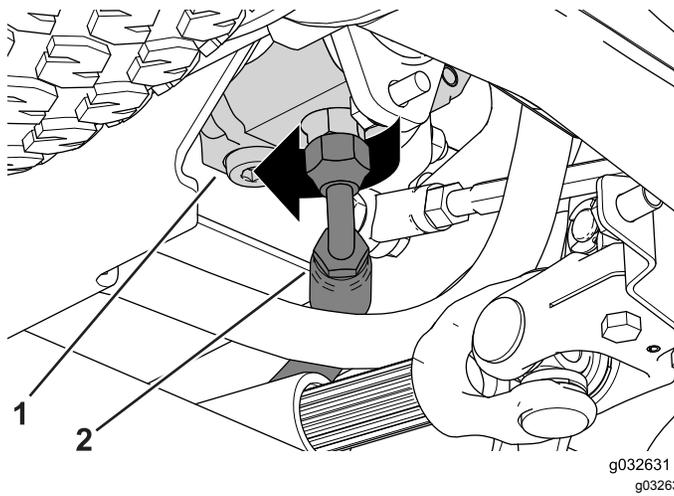

Figura 80
- Nella pompa a ingranaggi, allentate il raccordo del flessibile di mandata e ruotatelo verso la parte anteriore della macchina (Figura 80).